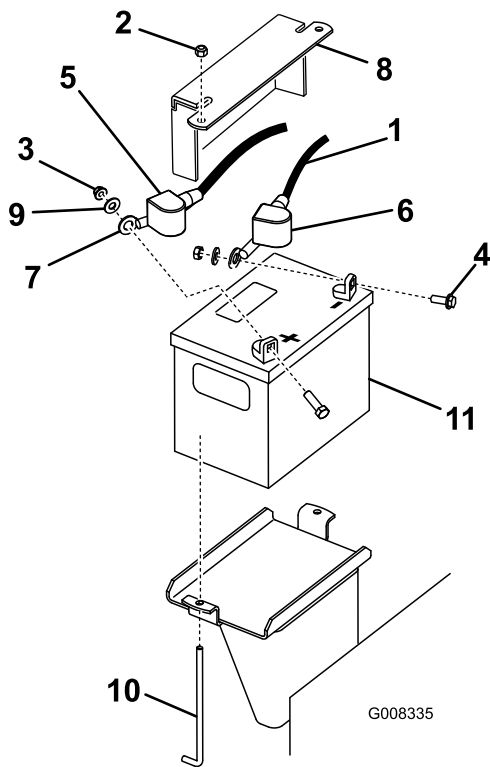

Рисунок 40
3. Снимите с отрицательного кабеля черный резиновый чехол. Отсоедините отрицательный кабель от отрицательной (-) клеммы аккумуляторной батареи (Рисунок 40).
- Снимите с положительной клеммы аккумулятора красный чехол. Затем снимите положительный (красный) кабель (Рисунок 40).
- Снимите прижим, крючковые болты и контргайки, которые крепят аккумулятор (Рисунок 40). Снимите аккумулятор.
1. Используя ранее снятые крепежные детали, подсоедините положительный (красный) кабель к положительному (+) штырю аккумулятора (Рисунок 40).
3. Используя ранее снятые крепежные детали, подсоедините отрицательный (черный) кабель к отрицательному (-) штырю аккумулятора (Рисунок 40).
4. Прикрепите аккумулятор, используя планку и барашковые гайки (Рисунок 40).